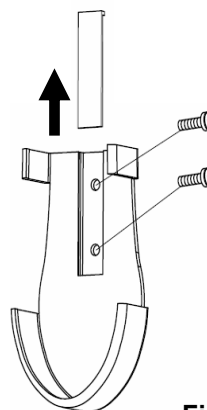

Fig. 14a
2. Rimuovere la copertura delle viti e installare il supporto alla parete usando le 2 viti, quindi reinstallare la copertura delle viti (Fig. 14a).